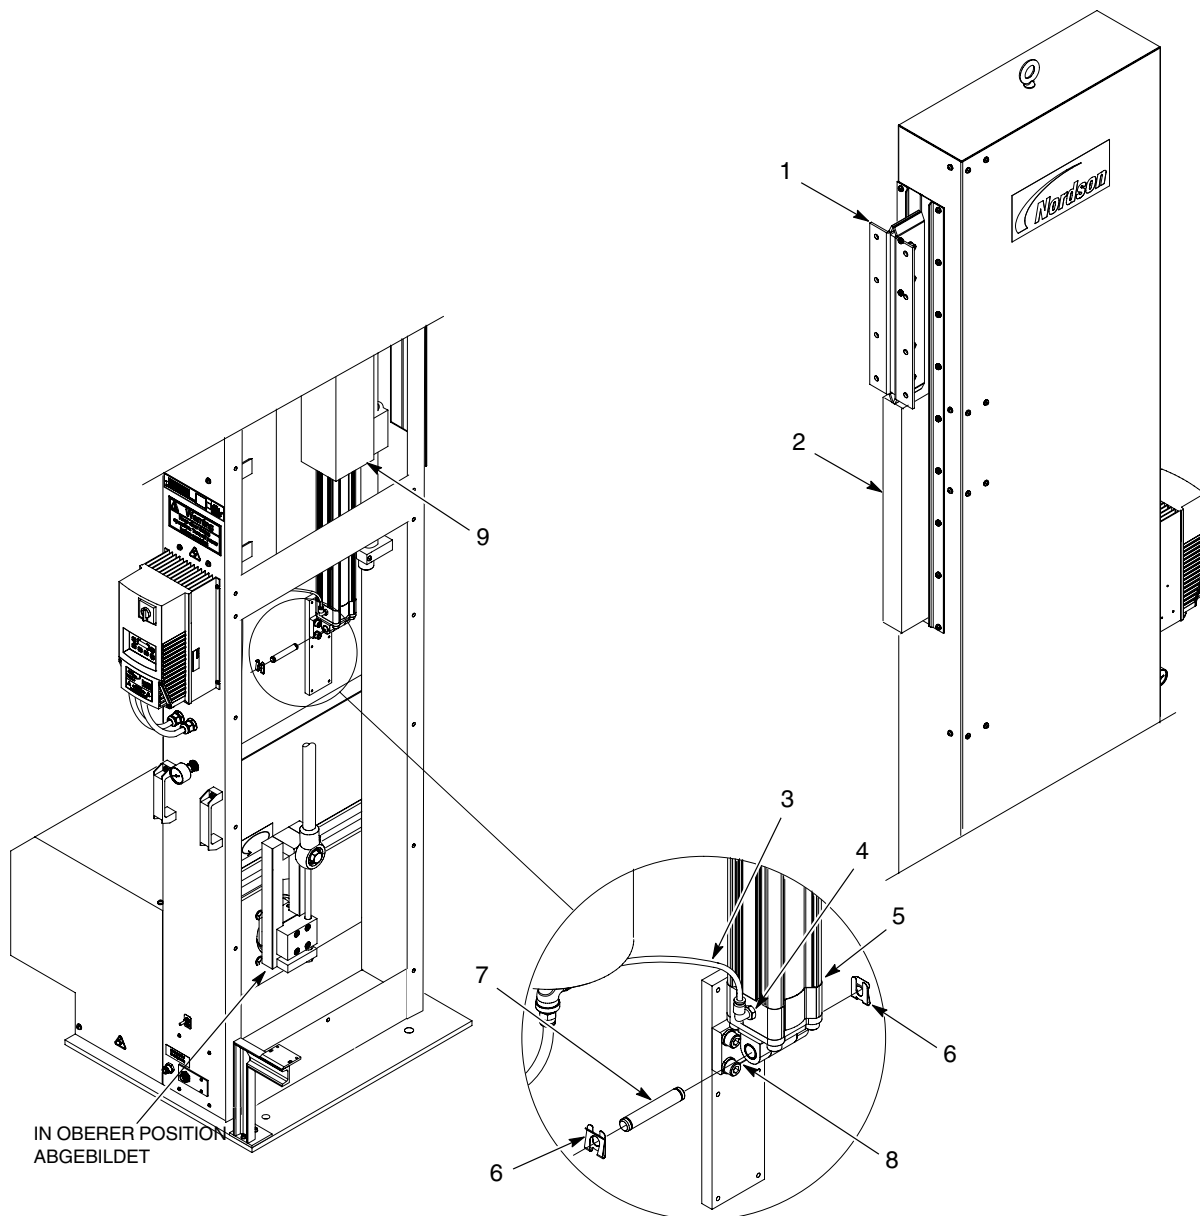
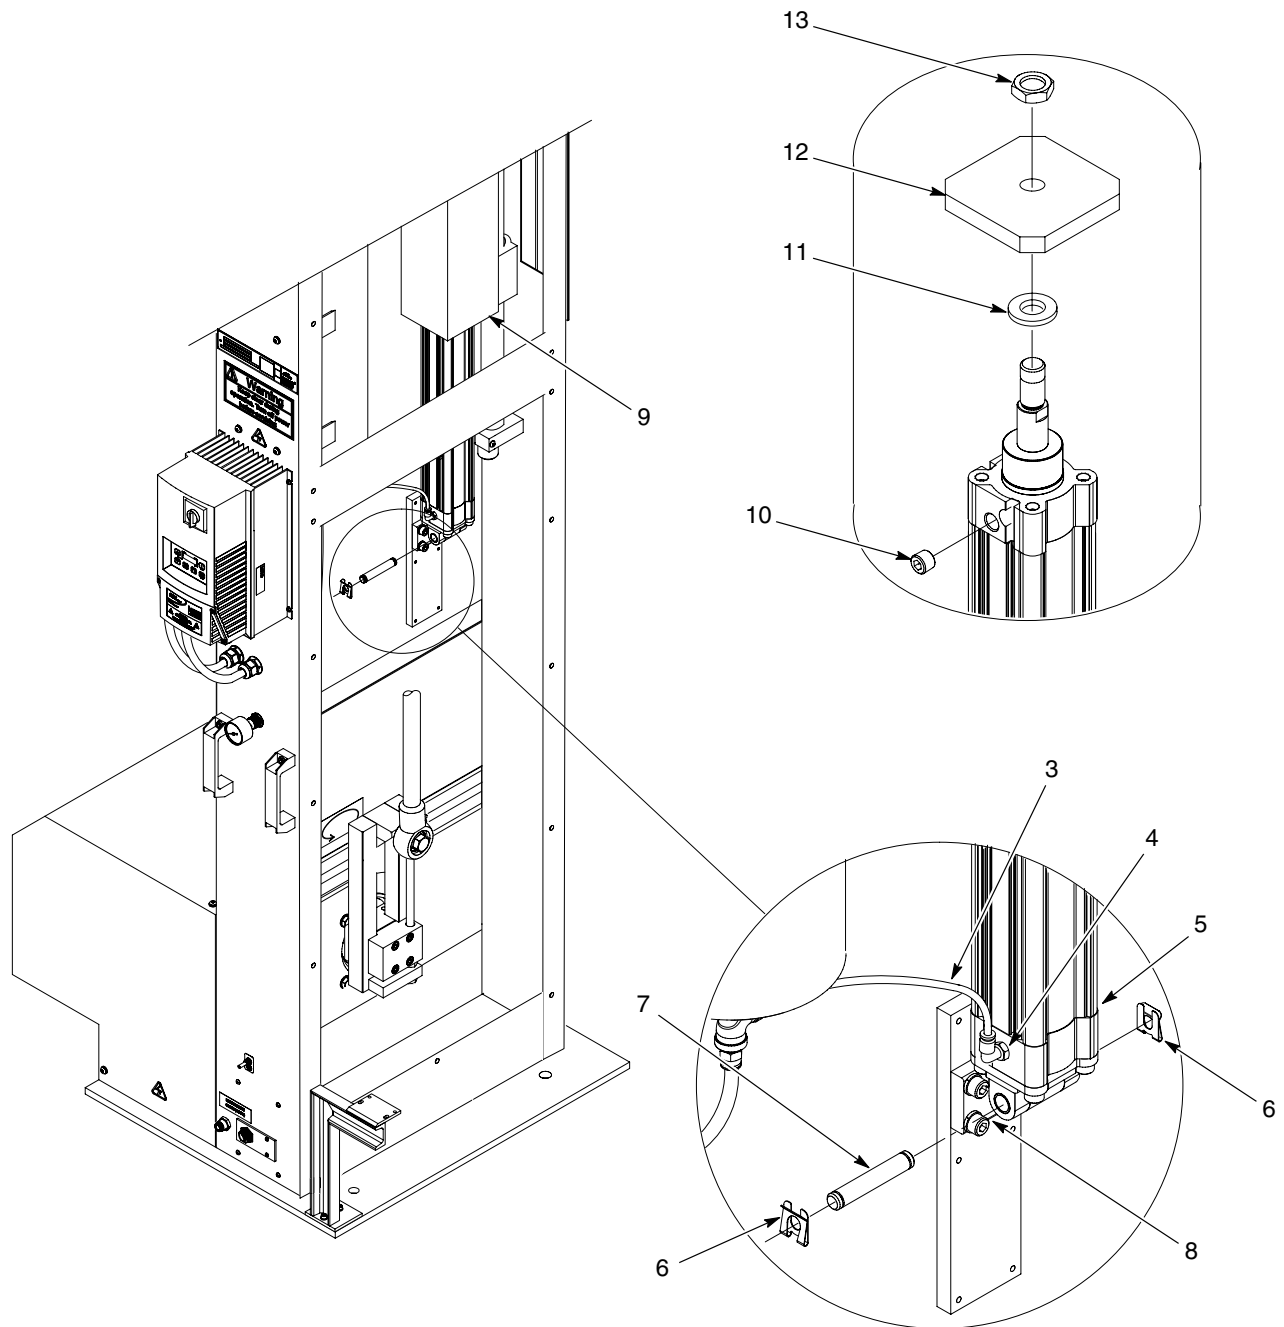

Abb. 19 Luftzylinder installieren
Abb. 20 Luftzylinder installieren
1. Siehe Abbildung 19. Den Pistolenwagen (1) in die obere Position bewegen. Den Pistolenwagen (1) mit einem Block (2) wie abgebildet in dieser Position fixieren.
2. Den Luftzylinder im Halterohr (9) der Lagerbaugruppe installieren. Den Luftzylinder mit dem Stift (7) und den Klemmen (6) befestigen.
3. Die Luftleitung (3) an der Luftzylinderverschraubung (4) anschließen.
4. Den Pistolenwagen (1) in die untere Position bewegen, indem der Block (2) vorsichtig entfernt wird. Der Pistolenwagen sollte sich langsam nach unten bewegen.
5. Die Pistolenhalterung an der Haltevorrichtung des Pistolenwagens (1) montieren.
3. Siehe Abbildung 20. Die Luftleitung (3) von der Luftzylinderverschraubung (4) trennen.
4. Die Klemmen (6) und den Stift (7) abnehmen, mit denen der Luftzylinder (5) an der Halterung (8) befestigt ist. Den Luftzylinder vom Halterohr (9) der Lagerbaugruppe abnehmen.
- a. Verschraubung (4), Entlüftungsöffnung (10), Unterlegscheibe (11), Stützplatte (12) und Sicherungsmutter (13) vom alten Luftzylinder abnehmen.
6. Den neuen Luftzylinder (5) im Halterohr (9) der Lagerbaugruppe installieren. Den Luftzylinder mit dem Stift (7) und den Klemmen (6) befestigen.
7. Die Luftleitung (3) an der Luftzylinderverschraubung (4) anschließen.
8. Siehe Abbildung 19. Den Pistolenwagen (1) in die untere Position bewegen, indem der Block (2) vorsichtig entfernt wird. Der Pistolenwagen sollte sich langsam nach unten bewegen.